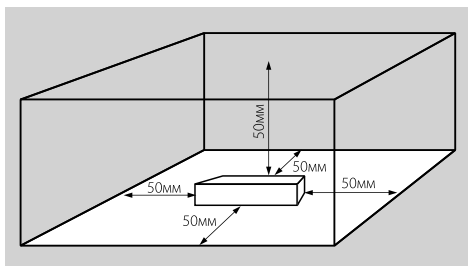

Рис. 1
- 4.2. Для естественной вентиляции обеспечьте свободное пространство вокруг источника питания не менее 50мм, как изображено на Рис.1. При невозможности обеспечить свободное пространство используйте принудительную вентиляцию.